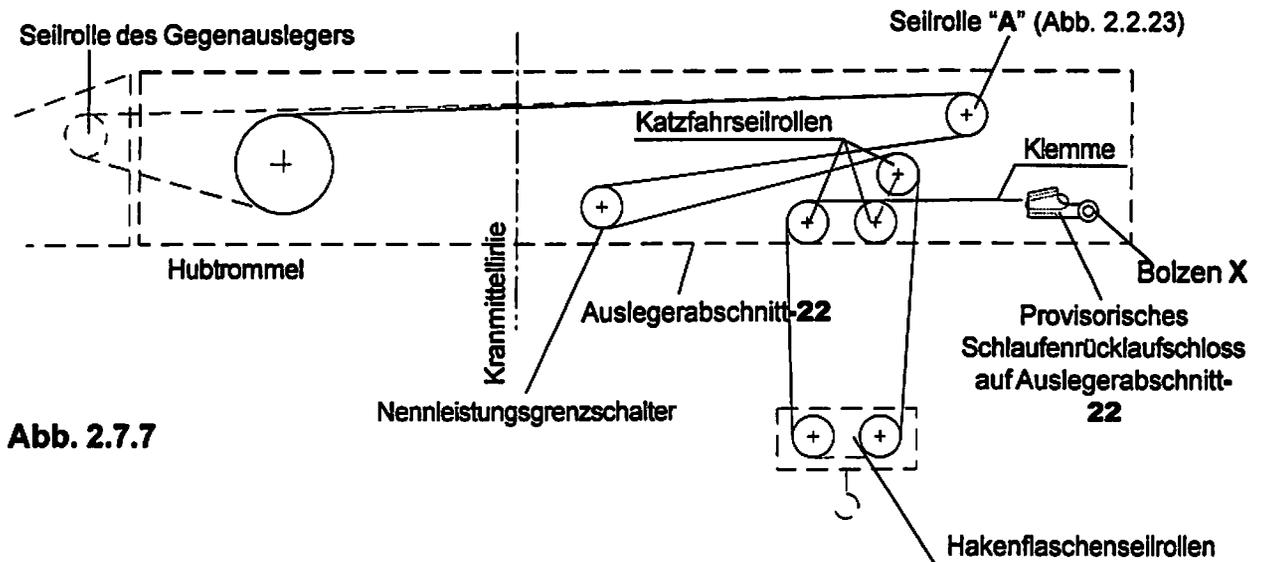
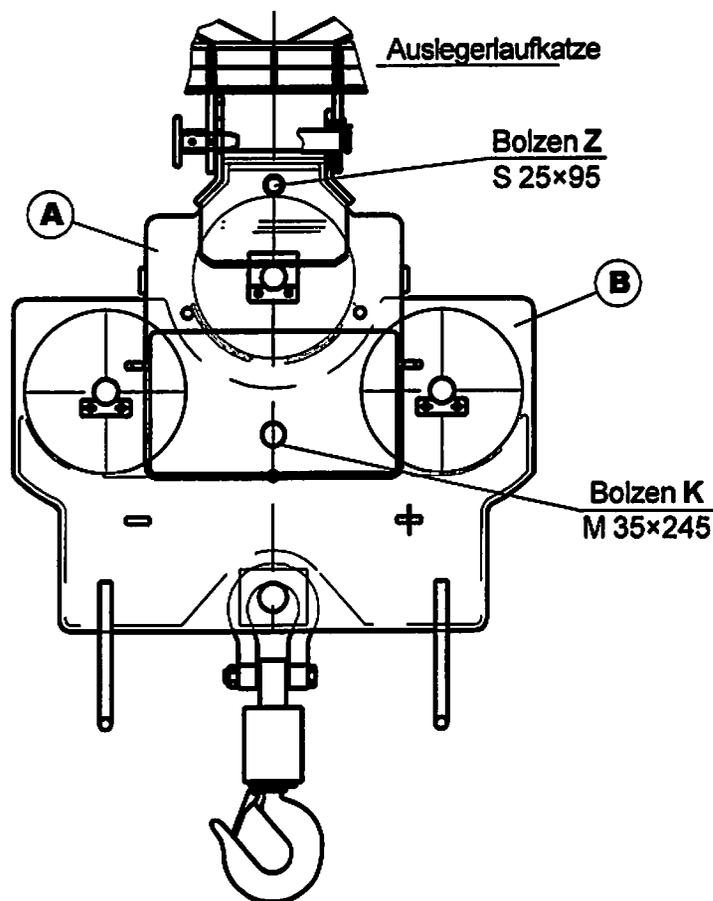

Abb. 2.7.7
Abb. 2.7.8
Vor dem Entfernen des provisorisch als Hubseilverschluss auf dem Auslegerabschnitt-22 verwendeten Bolzen -X (Abb. 2.7.7), muss der Bolzen M35×245 (K), der die Hakenflaschen (A) und (B) miteinander verbindet, und der Bolzen S25×95 (Z), der die Verbindung der Hakenflaschen (A) und (B) mit der Laufkatze herstellt, geprüft werden, um einem Herabstürzen der gesamten Einheit vorzubeugen (Abb. 2.7.8).
Zum Einsetzen des Bolzens-X in die Kippbuchse der Auslegerspitze "Last heben" betätigen und das Hubseil langsam spannen, bis der Bolzen S25×95 (Z) abgenommen werden kann und die Hakenflaschen-A und B von der Laufkatze abgetrennt werden können (Abb. 2.7.8).